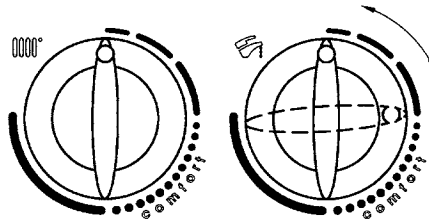

Fig. 28B
- 2) Starting in this position, quickly turn control knob 7 twice consecutively clockwise through about a 1/4 turn as shown in figure 28B.
- 2) lorsque le bouton 7 est sur cette position, le faire tourner 2 fois suite rapidement (~ 1/4 de tour) dans le sens des aiguilles d'une montre comme le montre la figure 28B.